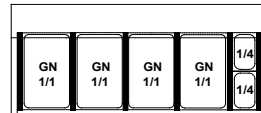

Рис.4 Расположение контейнеров GN в «Kasia»
7. (Касается витрин «Kasia») Разместить перекладки под контейнеры GN, а затем разложить контейнеры GN согласно Рис.4 (стр.36)